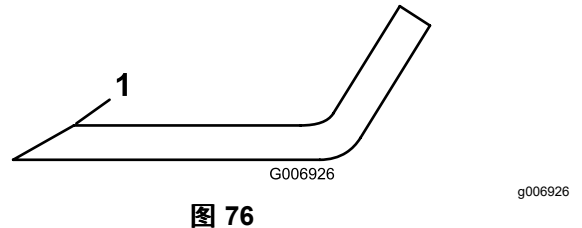

图 76
4. 检查所有刀片的刀刃。如果刀刃变钝或出现裂口则应打磨刀刃只打磨刀刃的边缘保持最初的切割角度以保证锋利度 (图 76)。